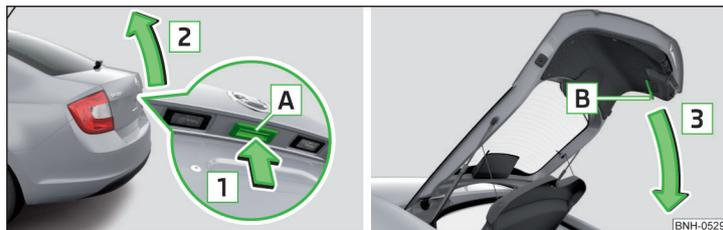

Fig. 36 Ouverture/fermeture du capot du coffre à bagages
- Pour **ouvrir** le coffre, appuyez sur le bouton **A** dans le sens de la flèche **1** » fig. 36 .
Le bouton **A** » fig. 36 est désactivé pendant la conduite ou à partir d'une vitesse supérieure à 5 km/h. Le bouton est réactivé après l'arrêt du véhicule et l'ouverture d'une porte.